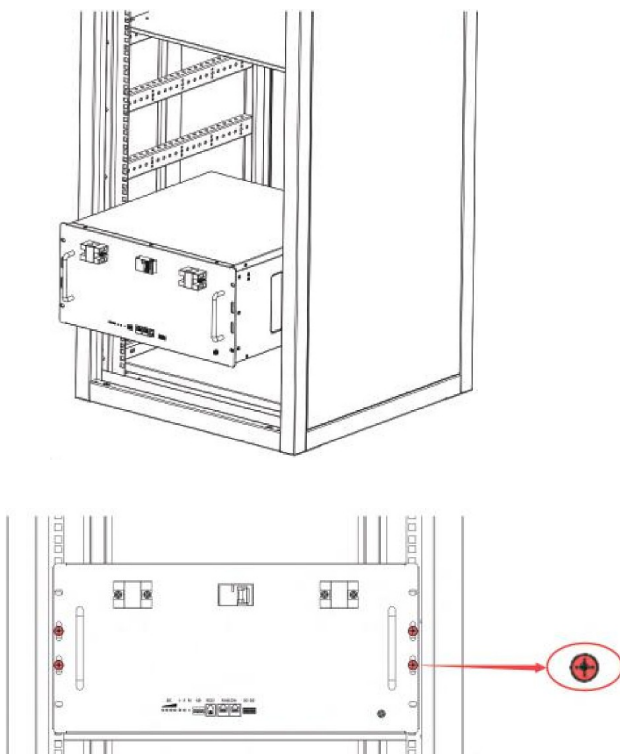

Figura 6-2 Fissare la batteria sul cabinet o sul rack
- 2 Inserire la batteria nell'armadio o nel rack. Come mostrato nella Figura 6-2.